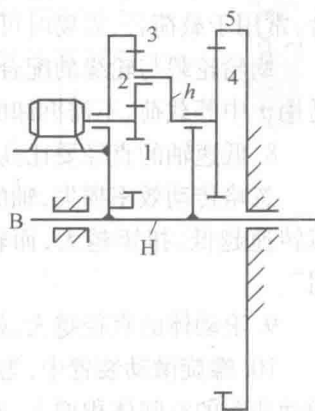

图 3
4. 在如图 3 所示的减速装置中,齿轮 1 固连于电动机的轴上。已知:齿轮 1 的齿数为 20,齿轮 2 的齿数为 20,齿轮 3 的齿数为 60,齿轮 4 的齿数为 90,齿轮 5 的齿数为 210,电动机的转速为 1 440 r/min, B 轴的转速的大小和方向。